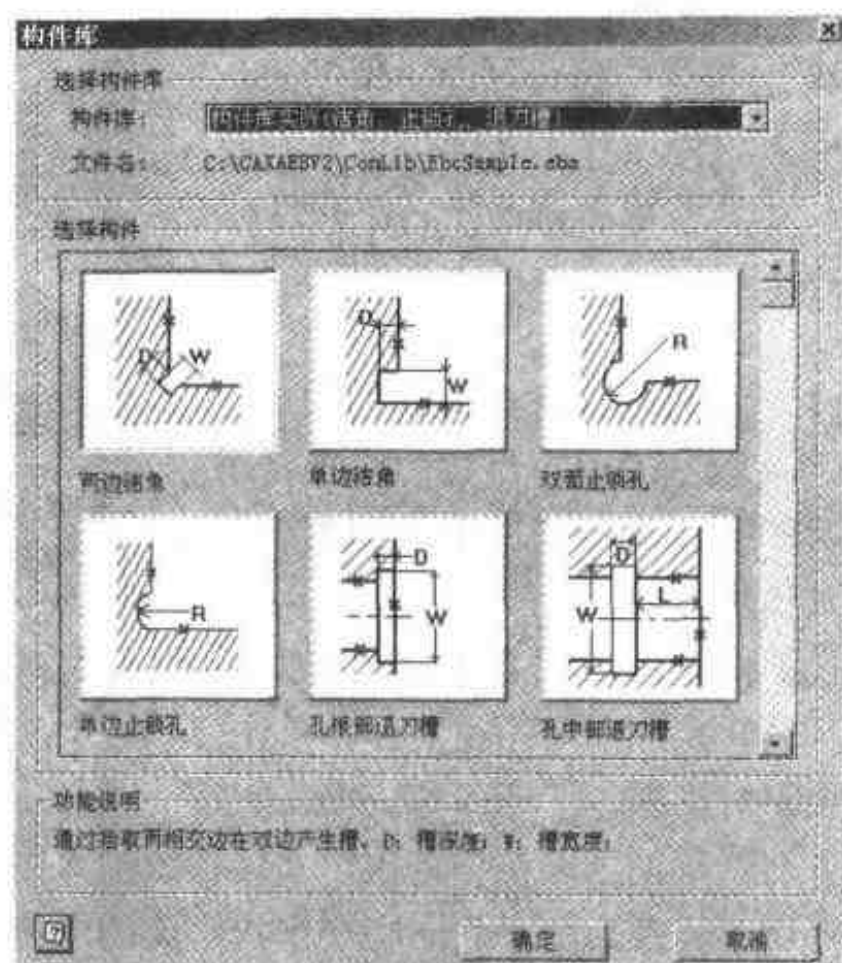

图 1.40 【构件库】对话框
- 构件库的使用更直观,它不仅具有功能说明等文字说明,还有图片说明(图 1.40)。